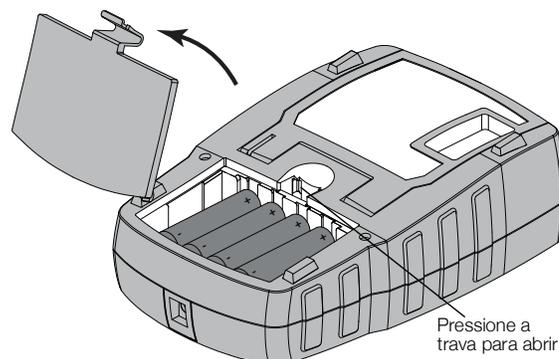

Figura 2
- 1 Pressione a trava na parte posterior da impressora para remover a tampa do compartimento da bateria. Consulte a Figura 2.
- 2 Insira as pilhas obedecendo às marcas de polaridade (+ e -). Consulte a Figura 2.